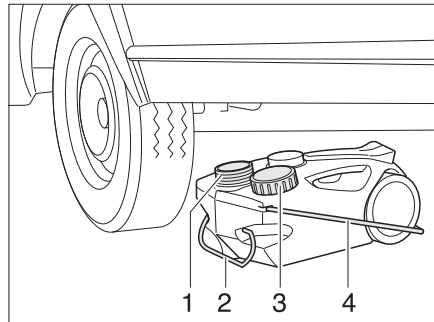

Bild 140 Abwassertank, fahrbar
- Öffnung des Abwassertanks (Bild 140,1) mit dem Deckel (Bild 140,3) schließen.
- Den Abwassertank am Griff (Bild 140,2) herausziehen.
- Tragegriff (Bild 140,4) nach oben klappen und Abwassertank aufstellen.